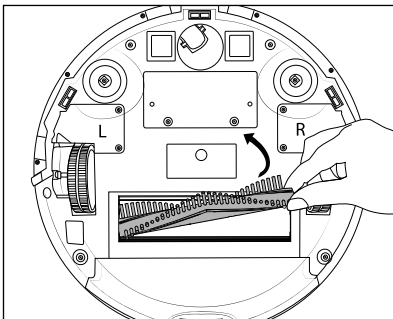

Abb. 15
- ◆ Fassen Sie die Bürstenrolle **18** an der rechten Seite und nehmen Sie sie aus dem Gerät (siehe Abb. 15). Entfernen Sie Haare und Schmutz mit der Reinigungsbürste **10**.